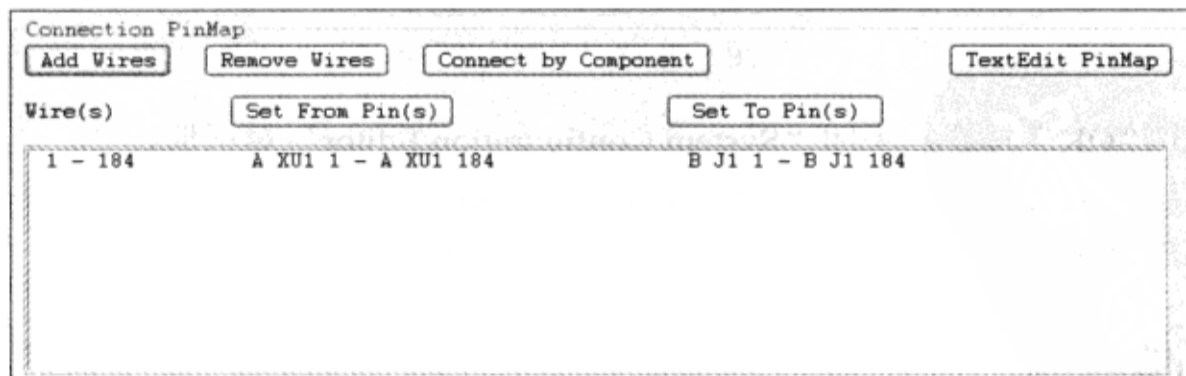

图 5-2-13 增加引脚连接
(4) 在“First connector pin name”对话框“Design”栏中选择“A”，“Component”栏中选择“XU1”，“Pin Number”栏中选择“1”→单击“OK”按钮→弹出下一个“First connector pin name”对话框。
(5) 在“First connector pin name”对话框“Design”栏中选择“B”，“Component”栏中选择“J1”，“Pin Number”栏中选择“1”→单击“OK”按钮，如图 5-2-13 所示。